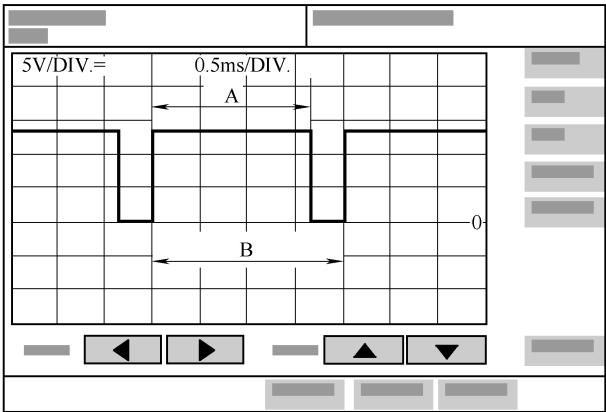

图 8-3-3 一个脉冲负载参数约为 80% 的信号
1) 图 8-3-3 显示了一个脉冲负载参数约为 80% 的信号。